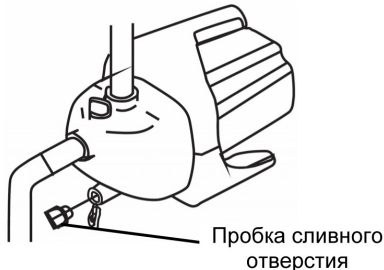

Рис. 7
4. Открутить пробку сливного отверстия, после чего сойдет вода, находящаяся в корпусе насоса (рис. 7)